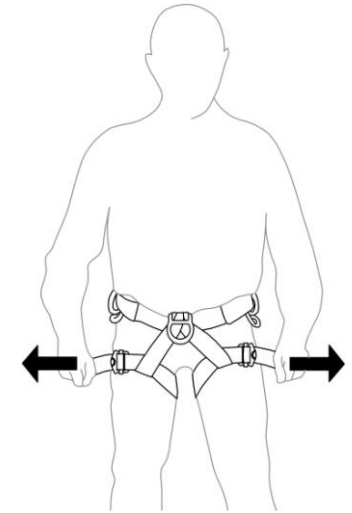

Рис. 4
- рис. 4 - затянуть регулировочные пряжки на ногах; Свободные концы лент должны быть не короче 8-10 см; Все свободные концы лент заправить в эластичные фиксаторы.